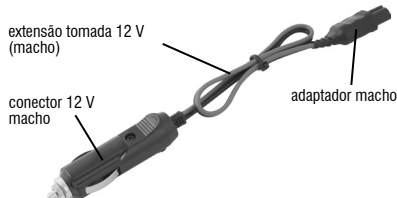

Fig. 5 – Extensão tomada 12 V macho
1. Conecte a extensão 12 V, conforme Fig. 5;